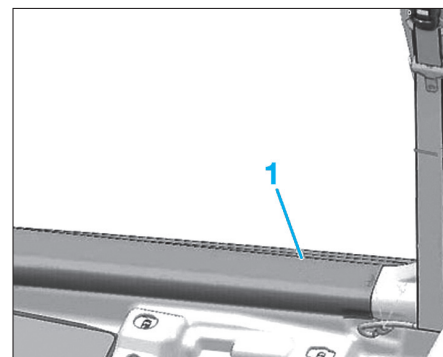

Fig. 24
- Déposer la garniture de seuil (1) (Fig.24).